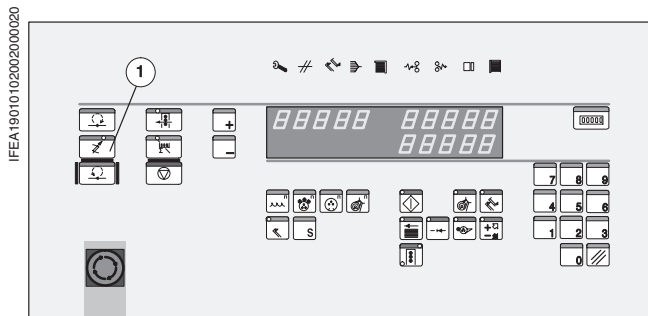
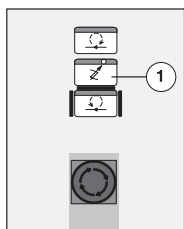

Рис. 3 Главный пульт управления
Рис. 4 Дополнительный пульт управления QM 46-2
Кнопка *блокировки* находится на главном пульте управления (Рис. 3/①) и у машины QM 46-2 также на дополнительном пульте управления на ПС 2 (Рис. 4/①).